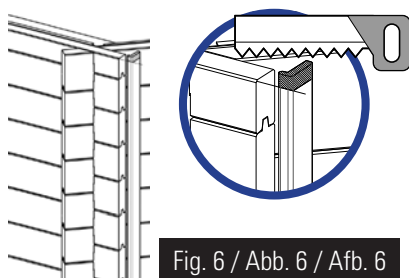

Fig. 6 / Abb. 6 / Afb. 6
- Présentez le cache L sur les extrémités des madriers. • Coupez l'excédent de cache selon la hauteur du bassin si nécessaire (figure 6).
- Legen Sie die Zierleiste L auf die Enden der Bretter. • Falls erforderlich, schneiden Sie das, was von der Zierleiste übersteht, je nach Höhe des Beckens (Abb. 6) ab. • Befestigen Sie die Zierleiste L mit Hilfe von 3 Schrauben 4 x 60 gleichmäßig auf der Höhe (Abb. 7).
- Plaats sierlijst L op de uiteinden van de planken. • Indien nodig, overtollige stukken van de sierlijst afsnijden, afhankelijk van de hoogte van het bassin (afbeelding 6).